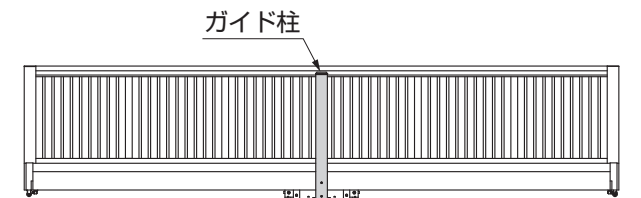

図8-5
- 戸車が戸車ガイドの傾斜面に接しない場合は、本体をガイド柱に対して中央になるように戻してください。ガイド柱に対し、中央に戻さないと調整できません。(図8-5参照)